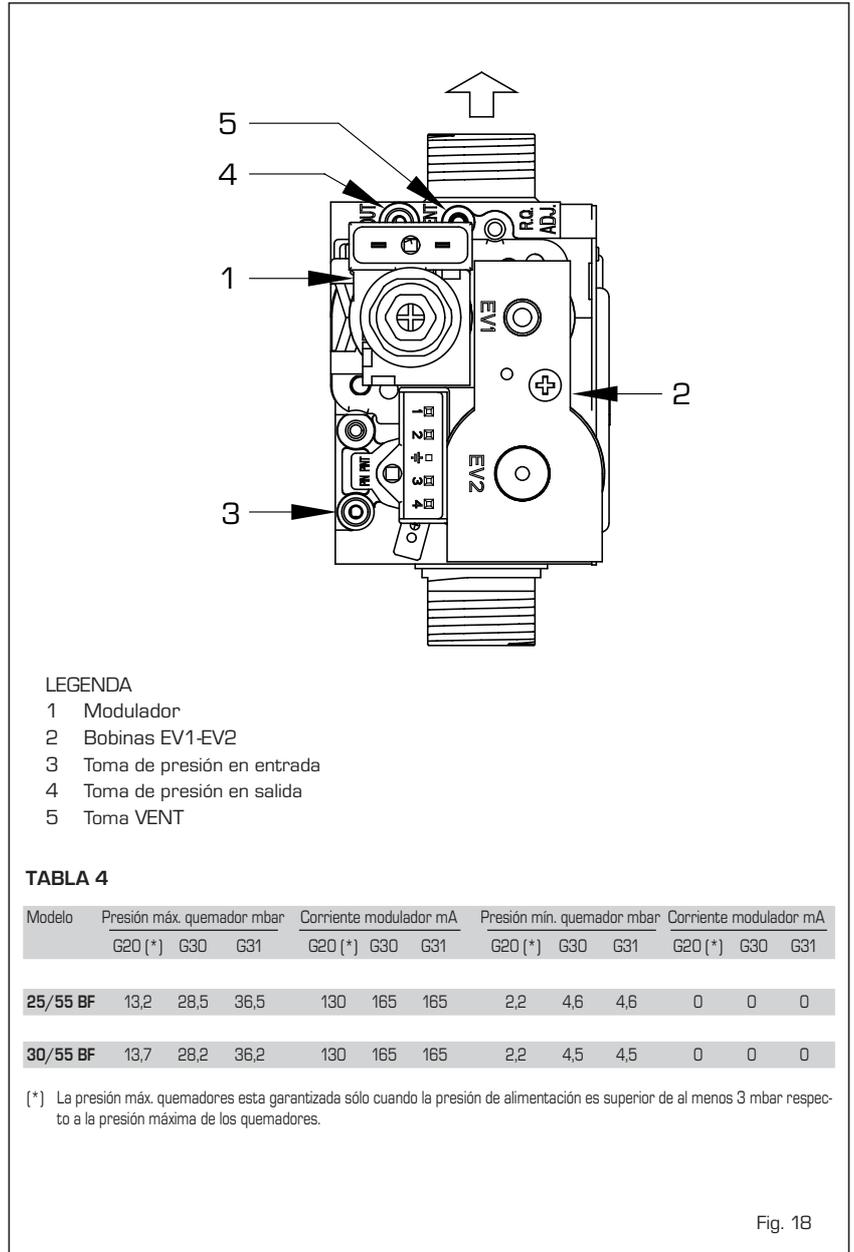

Fig. 18
4.2 VALVULA GAS (fig. 18)
La caldera está suministrada con válvula de gas SIT 845 SIGMA (fig. 18).
- Desconecte el tubo de la toma VENT de la válvula (5 fig. 18).
- Quitar la capucha (1) del modulador.
- Regular la presión máxima accionando sobre la tuerca (3) con una llave fija buscando el valor de la presión máxima indicada en la **Tabla 4**.
- Mantener bloqueada la tuerca (3) y girar el tornillo/tuerca (2) para buscar el valor de presión mínima indicado en la **Tabla 4**.